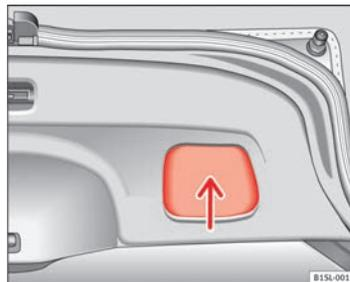

Fig. 23 Portón trasero abierto: cavidad para tirar. ▶
- Agarre la cavidad del revestimiento interior del portón trasero ⇒ fig. 23 (flecha).